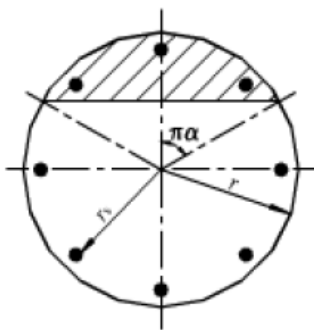

图 5.3.8 沿周边均匀配筋的圆形截面
5.3.8 沿周边均匀配置纵向钢筋的圆形截面钢筋混凝土偏心受压构件(图 5.3.8)，其正截面抗压承载力计算应符合下列规定：